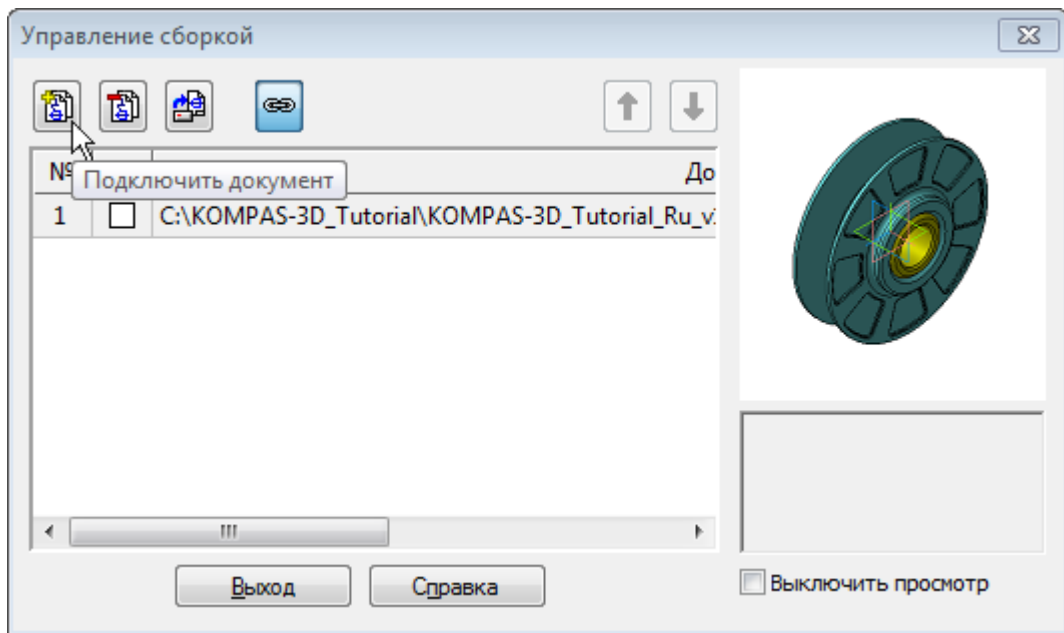

Рисунок 3.
- В окне Управление сборкой нажмите кнопку Подключить документ  (рис.3).